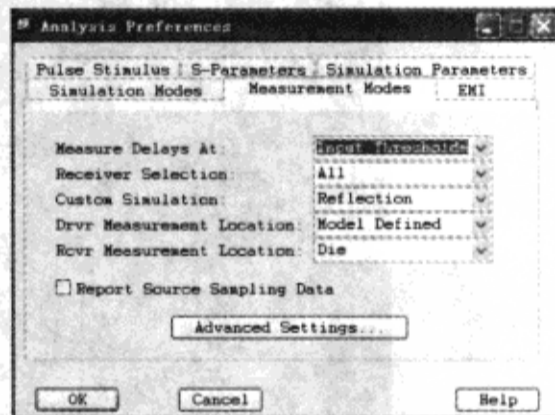

图 5-3-25 测量模式
(21) 确认“Measurement Modes”标签页设置如图 5-3-25 所示。